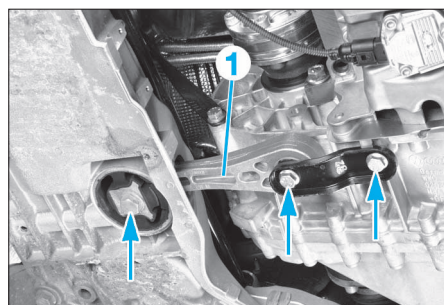

FIG. 9
- Déposer les vis (flèches) puis la bielle de reprise de couple (1) (Fig.9).